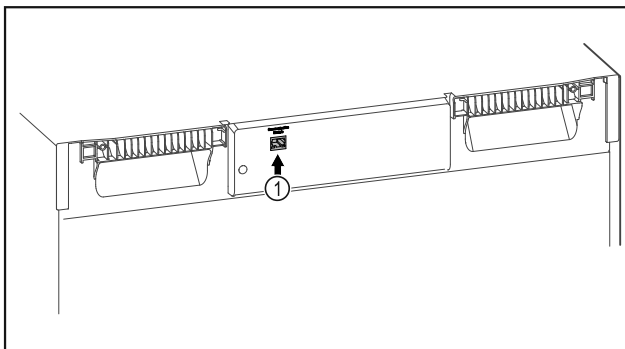

Fig. 83
- Το SmartModule Fig. 83 (1) χρησιμοποιείται.